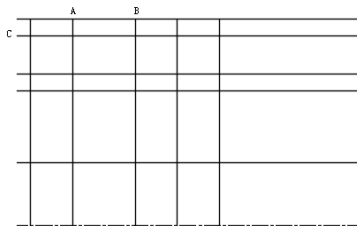
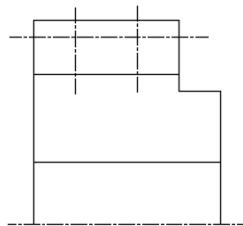

图 3-97 偏移竖直线
图 3-98 修剪结果
② 将“轮廓线”图层设置为当前图层。单击“默认”选项卡“绘图”面板中的“直线”按钮, 沿竖直方向绘制一条直线。然后单击“默认”选项卡“修改”面板中的“偏移”按钮, 将刚绘制的竖直直线向右偏移, 偏移的距离分别为 10、25、35、45, 效果如图 3-97 所示。
(4) 绘制中心线
将图 3-97 中的直线 A、B 和水平线 C 转换到“中心线”图层, 然后单击“默认”选项卡“修改”面板中的“修剪”按钮, 修剪多余的线段, 效果如图 3-98 所示。